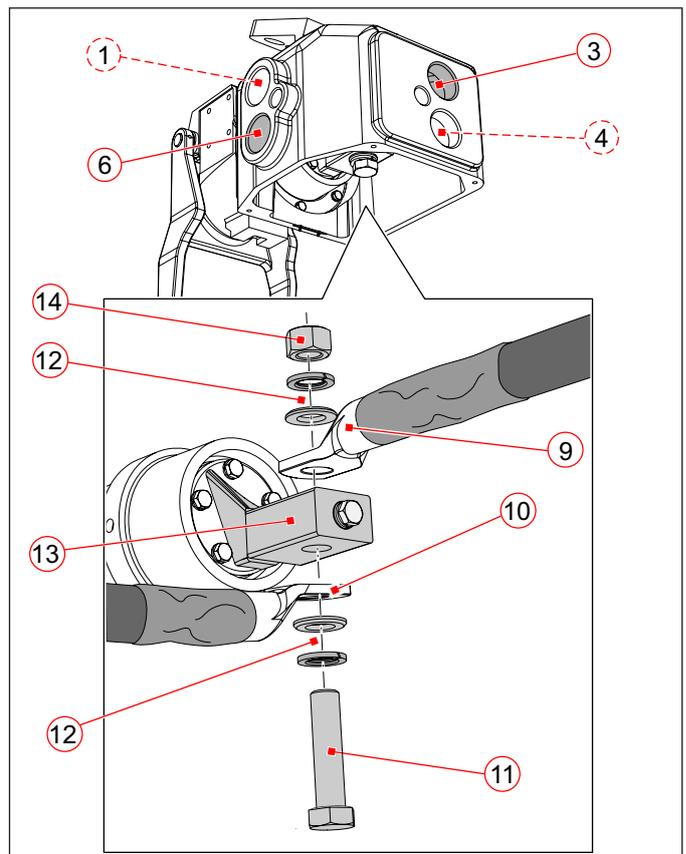

Abb. 10: Kabelanschlüsse 2 x seitlich, vertikal
Anschluss 2 x seitlich, vertikal (Abb. 10)
▶ Bei Anschlussart 2 x seitlich (1/6) die Kabel mit Schraube (11), Beilagscheiben sowie Sperrkantringen (12) und Mutter (14) gemäß **Abb. 10** am Anschlussstück (13) anschließen.